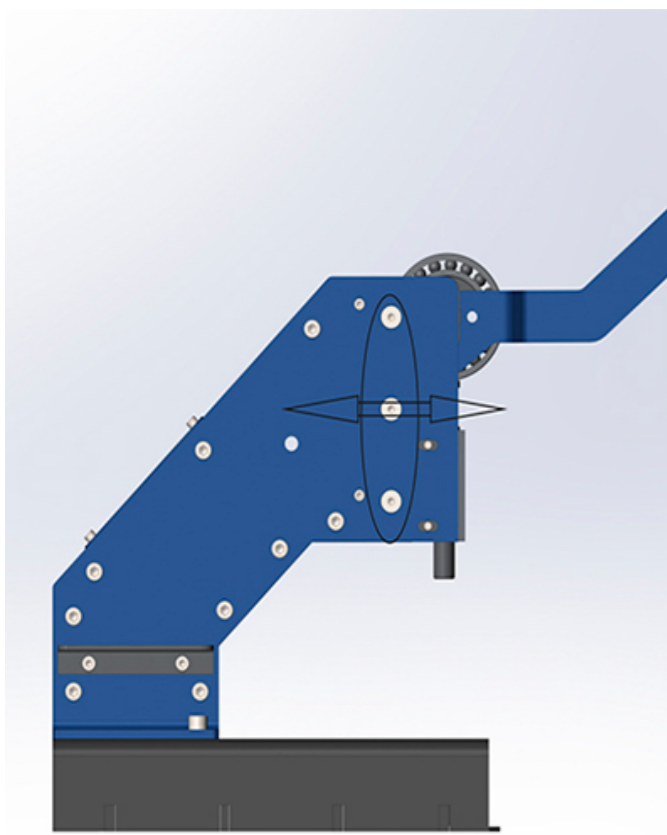

Рис. 1
2. Ослабить болты рис.1 и отрегулировать положение пуансона в продольной плоскости.